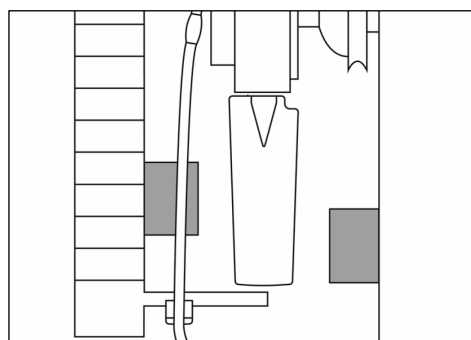

Fig. 34
- 30)** Zorg ervoor dat de bladen in de dwarsstand niet tegen voorwerpen voor of achter de ventilator botsen (minimale tussenruimte 5 mm (0,196") / zie Fig. 34).